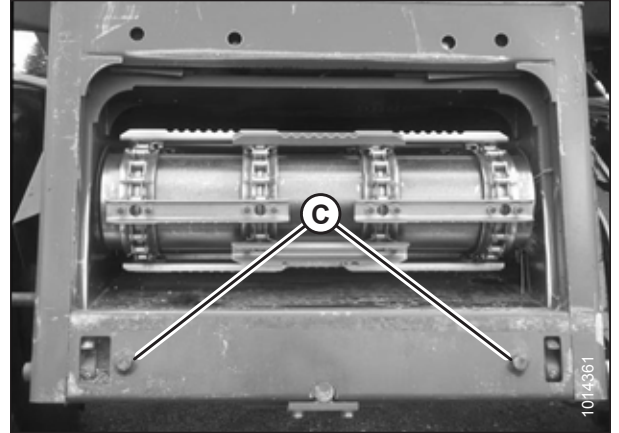

Figura 4.53: Clavijas de alineación del grupo AGCO
3. Arranque el motor y lentamente acerque la plataforma hasta que el embocador esté directamente debajo del bastidor superior del módulo de flotación (A) y las clavijas de alineación (C) (consulte la Figura 4.53, página 373) en el embocador estén alineadas con los orificios (B) en el marco del módulo de flotación.